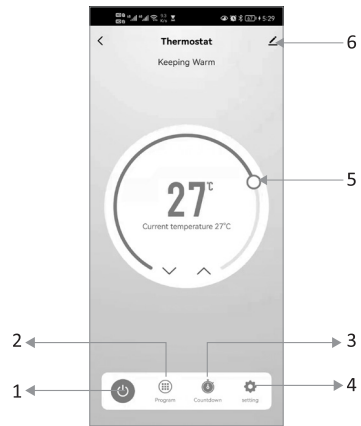
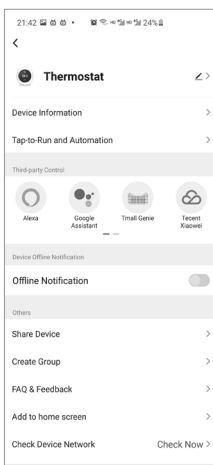

Abbildung 13
Abbildung 16
Ist die Verbindung erfolgreich hergestellt, erreichen Sie wie in Abbildung 13 die Schnittstelle für die Thermostateinstellungen. Folgende Einstellungen können Sie vornehmen: Ein-/Ausschalten (1) Programm-/Profilwahlschalter (2). Drücken der Taste wechselt zwischen „Manuell/ Programm/ECO“ Timer (3) ein/aus Erweiterte Funktionen (4) Wahlrad für die Temperatur (5). Bewegen Sie mit dem Finger den Kreis auf dem Einsteller für die Temperatur. Dabei wechseln die Wertangaben im Zentrum.
Über das Anklicken des Symbols „“ (Abbildung 13) erreichen Sie das Menü der Schnittstelle zur Einstellung des Thermostats.
Wechseln Sie, wie in der Abbildung 13 gezeigt, auf das „“, Symbol. Dies öffnet die „erweiterten Funktionen“. Abbildung 16 zeigt das Erscheinungsbild der Oberfläche.